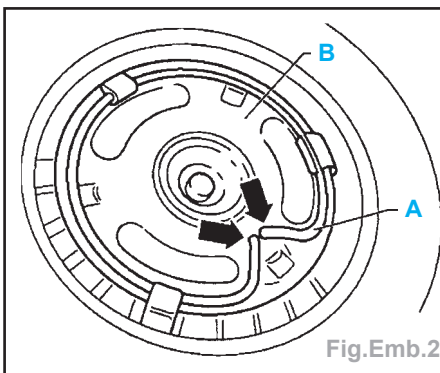
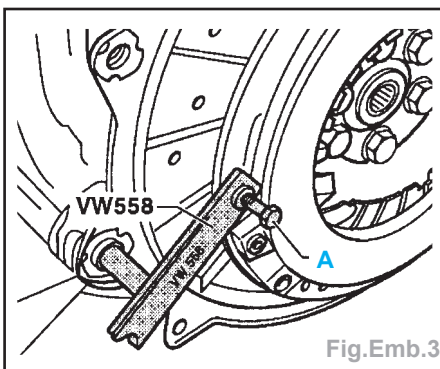

Fig.Emb.2
Fig.Emb.3
- En faisant levier avec un tournevis, dégager des alésages (flèches) la bague de retenue (A) du plateau de débrayage (B) et la retirer (Fig.Emb.2).
- Retirer le plateau de débrayage (B).
- Dévisser le plateau de pression, bloquer à cet effet le contre-appui **VW 558** sur le plateau de pression avec la vis (A) (Fig. Emb.3).
- Mettre en place le plateau de débrayage (B) et le fixer avec la bague de retenue (A) sur le plateau de pression. Mettre en place les deux extrémités dans les alésages du plateau de pression (flèches) (Fig.Emb.2).